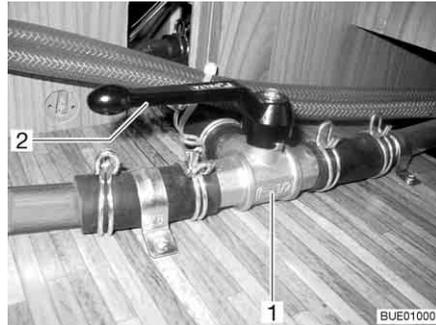

Fig. 162 Vanne à 3 voies
- Positionner le levier (Fig. 162,2) de la vanne à 3 voies (Fig. 162,1) parallèlement au sens du débit linéaire (Fig. 162).
- Positionner le levier (Fig. 162,2) de la vanne à 3 voies (Fig. 162,1) perpendiculairement au sens du débit linéaire.